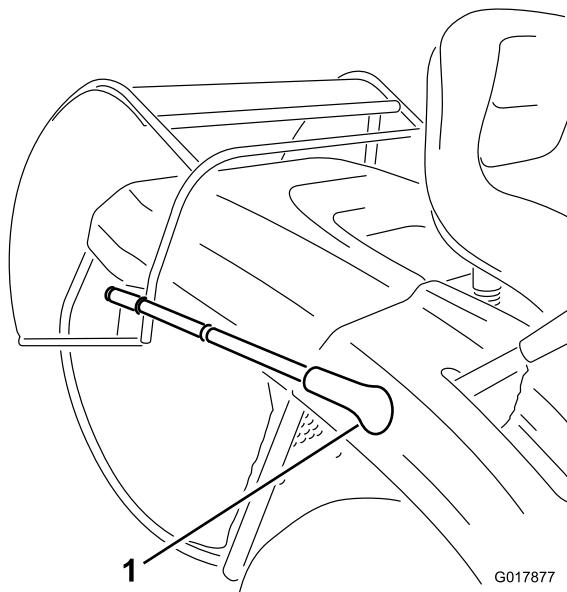

Bild 15
3. Ziehen Sie den Kipphaken des Heckfangsystems nach vorne und kippen Sie das Heckfangsystem (Bild 15).